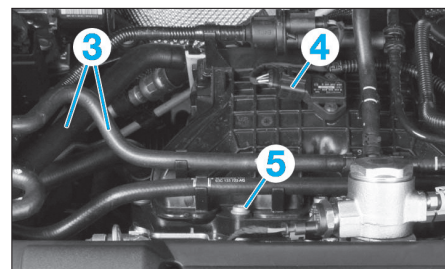

Fig. 36
- Dégrafer la durit (3) et débrancher les connecteurs (4) (Fig.36).
- Déposer le conduit d'alimentation en carburant (1) et dévisser les fixations de la tubulure d'admission (5).